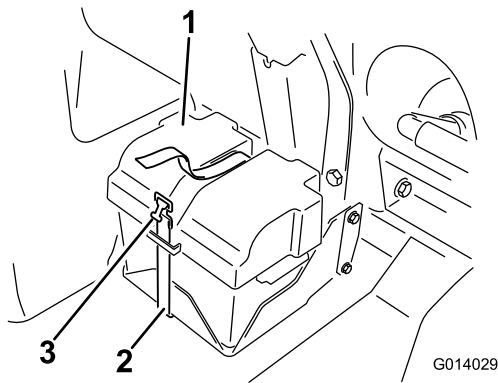
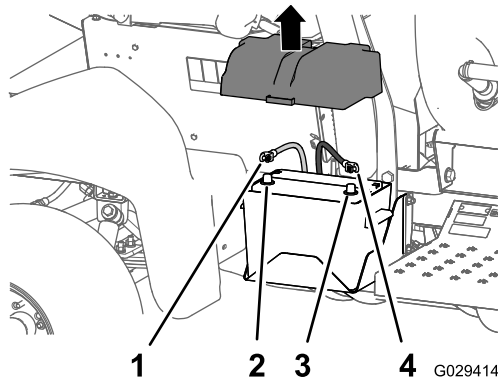

図 1
図 2
1. バッテリーについているカバーを外し、バッテリーのマイナス黒端子からケーブルを外す 図 1 と 図 2。